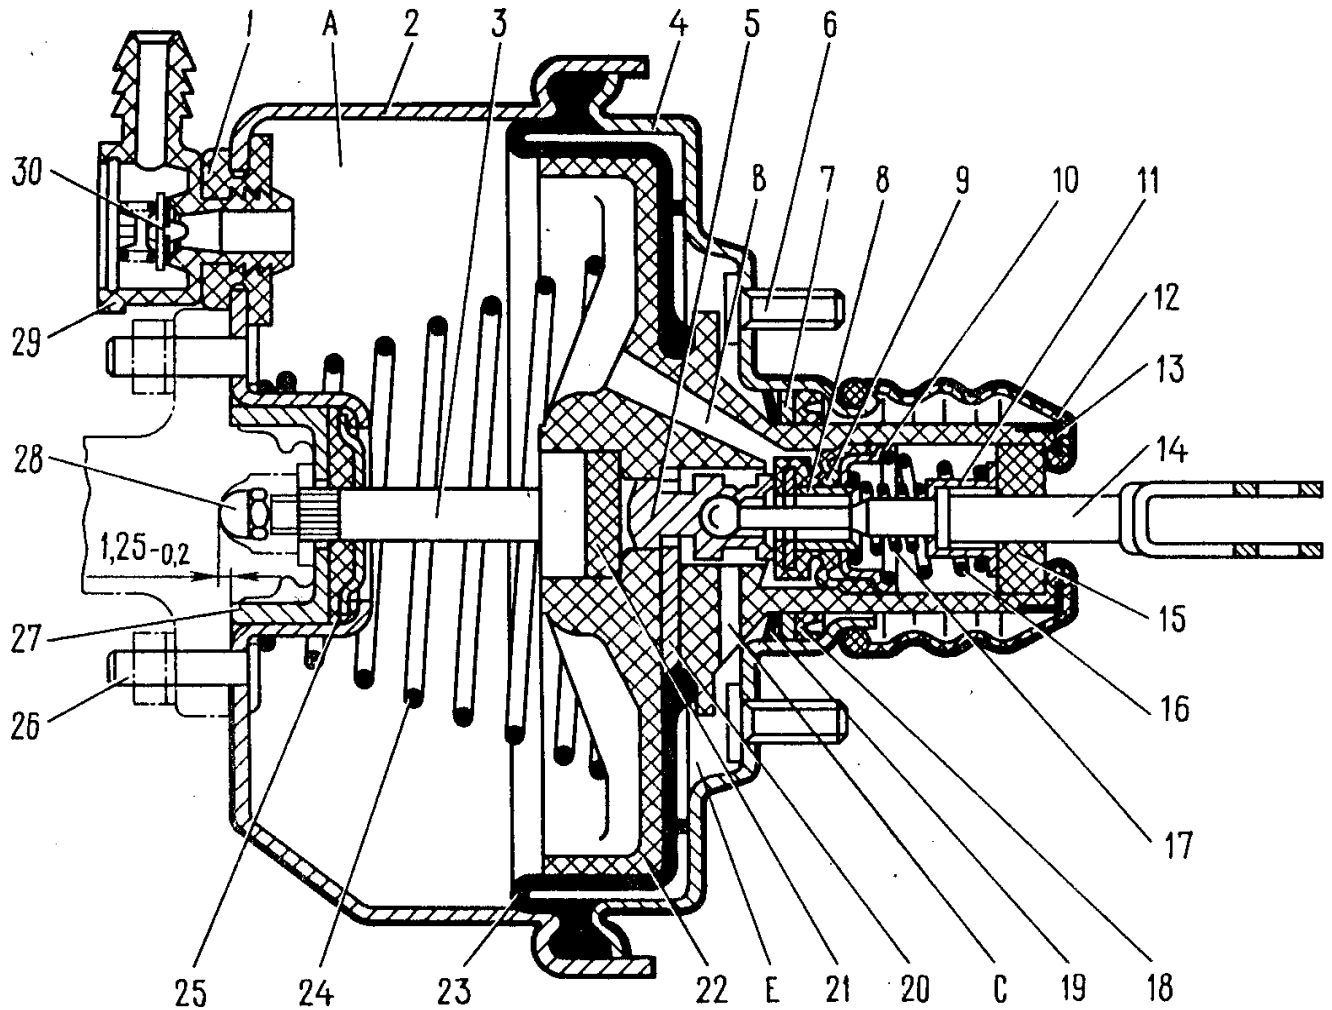

Fig. 6-2. Servo a vacío de los frenos:
2. La salida del tornillo de regulación del servo de vacío respecto al plano de sujeción del cilindro principal es más de 1,25 -02 mm	2. Regular la posición del tornillo de regulación (véase Fig. 6-2)
Accionar 5-6 veces el pedal del freno (el motor deberá estar parado) con el fin de crear presión igual en las cavidades A y E (Fig. 6-2) próxima a la atmosférica. Simultáneamente, por el esfuerzo que se aplica en el pedal, determinar si no hay retenciones del cuerpo 22 de la válvula. Parando el pedal del freno en la mitad de su recorrido, poner en marcha el motor. Si el servo a vacío se encuentra en buen estado el pedal del freno, después de poner en marcha el motor, se deberá "escapar hacia delante".
Si el interruptor de la luz de "pare" está muy aproximado al pedal, entonces éste no retorna a la posición inicial, la válvula 9 (Fig. 6-2), al aplicarse contra el cuerpo 22, separa las cavidades A y E, y se produce el frenado incompleto de las ruedas estando libre el pedal.
Si desplazando el interruptor de la luz de "pare" no se consigue eliminar el desfrenado incompleto de los mecanismos de freno, entonces desunir del servo a vacío el cilindro principal del mando de los frenos y comprobar a cuanto sobresale el tornillo de regulación 28 (Fig. 6-2) respecto al plano de sujeción de la brida del cilindro principal (cota 1,25-0,2 mm). Esta cota se puede establecer frenando con una llave especial el extremo del vástago 3, y enroscando o desenroscando con otra llave el tornillo 28.